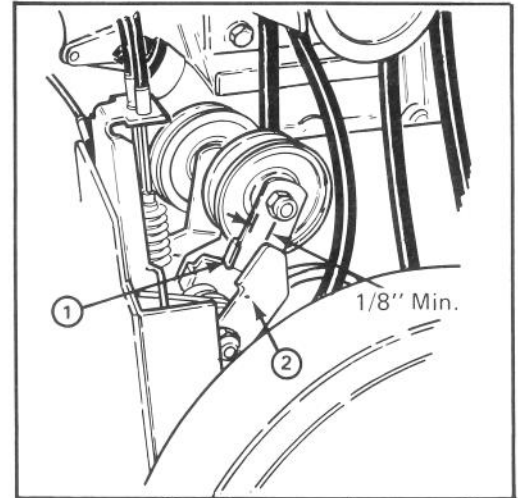

Figure 19
2. Vérifiez le réglage du galet-tendeur et des freins. Il doit y avoir un dégagement minimum de 3 mm entre la patte du levier intermédiaire de direction de la roue hélice et le bras du frein (fig. 19). Si l'espace est plus petit, la courroie doit être remplacée.